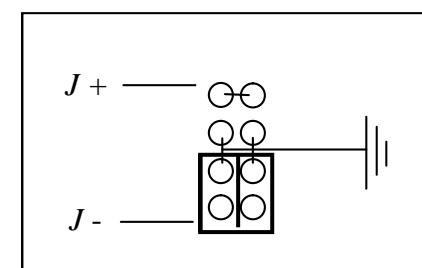

Рис. 7 Заземление минусовой клеммы
11.3 На основной плате возле отрицательной выходной шины найдите разъем заземления – см. рис. 7. Заводская установка перемычки – заземление по минусовой клемме источника.